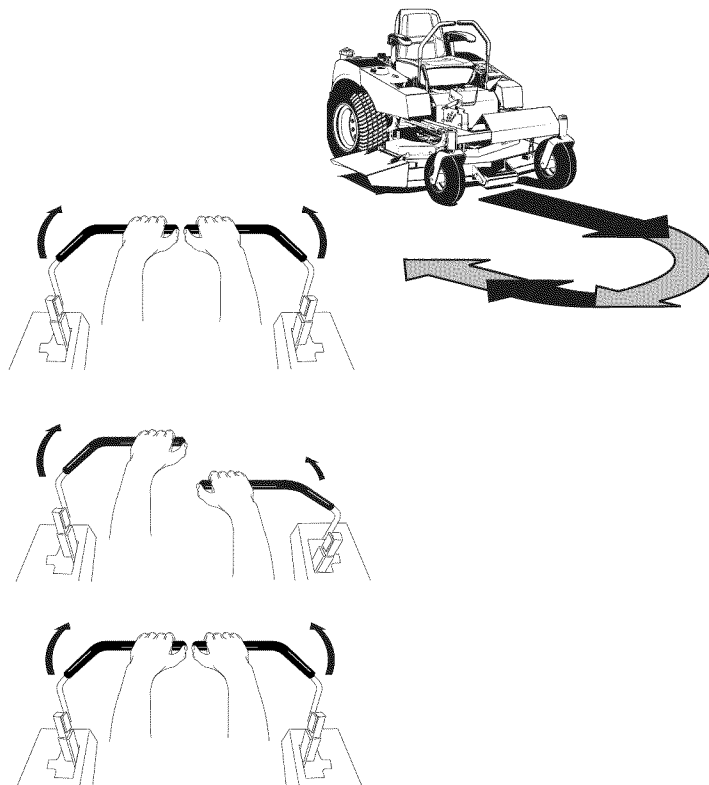

Figura 14. Ejecutar una Vuelta al Final de la Fila
2. Mueva la palanca de control velocidad IZQUIERDA ligeramente hacia adelante mientras que mueve la palanca de control velocidad DERECHA de regreso al centro y luego ligeramente de regreso del centro (vea la Figura 14). Asegúrese de que ambas ruedas se muevan para evitar daños al césped.